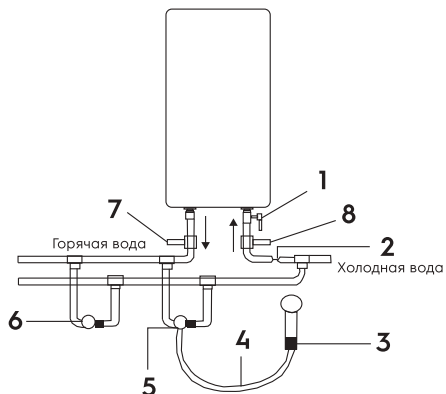

Рис. 5
Установка водонагревателей серии Splendore Dry Enamel существенно облегчается возможностью установить их как вертикально, так и горизонтально в любом месте вашего дома, в отапливаемом (!) помещении. Желательно установить водонагреватель как можно ближе к месту использования горячей воды, поскольку чем меньше длина труб, тем меньше потери тепла. Как показано на рис. 5а, при горизонтальной установке водонагревателя трубы подводки должны быть расположены слева. При установке водонагревателя рядом со стеной, оставьте рекомендованное свободное пространство для технического обслуживания. Не устанавливайте водонагреватель на горизонтальной поверхности и вплотную к полу.
- Присоедините дренажный шланг (позиция 3 на рис. 5) к запорному крану на тройнике на входе холодной воды в водонагреватель и направьте его в канализацию, либо в место слива воды. Откройте запорный кран и дождитесь полного слива воды.